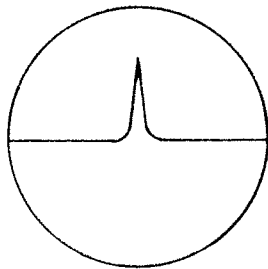

Bild 1
Nivån ska vara min. På oscilloskopet ska endast bärvågen indikeras, se bild 1.
- 3.5.2.2 Anslut oscillatorn inställd på 600 ohm och 10 kHz (kontrollera med frekvenstidräknare), till jacken LF XMTR A (B) på anpassare S LENKU-80850. Nivån ska vara min. På oscilloskopet ska endast bärvågen indikeras, se bild 1.